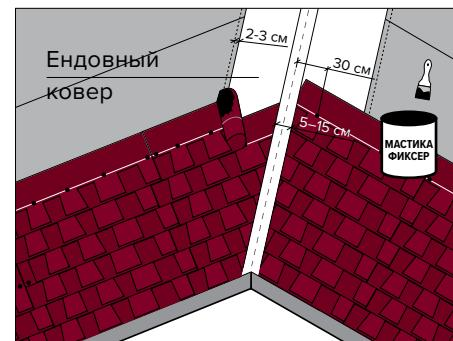

Рис. 18
Рядовая черепица укладывается поверх ендового ковра и монтируется в хаотичном порядке до линии подреза (3) в сторону оси ендовой (1) (рис. 18). Каждая черепица дополнительно фиксируется с помощью кровельных гвоздей в верхней части (2). Не следует прибивать специальные гвозди на расстоянии ближе 30 см от центральной оси ендовой (1). Так собираются две поверхности ската относительно ендовой, после чего при помощи шнурки (отбивки) отбиваются две меловые линии (3). Затем рядовая черепица прорезается по линии 3. При этом необходимо подкладывать специальную дощечку, чтобы не нарушить целостность гидроизоляционного ковра. Для отбоя воды в ендовой необходимо подрезать каждую черепицу (4) и промазывать мастикой ТЕХНОНИКОЛЬ ФИКСЕР с тыльной стороны на величину 10 см в местах отсутствия самоклеящегося слоя (5).